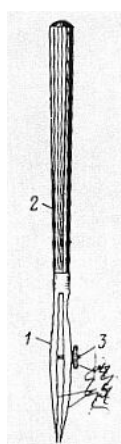

Рис.14 Рейсфедер
Рейсфедер (рис.14) состоит из двух металлических створок (1), закрепленных на ручке (2) и раздвигающихся при помощи винта (3). Рейсфедер должен удовлетворять следующим требованиям: створки рейсфедера должны быть одинаковой длины и толщины; рейсфедер должен быть хорошо заточен, но не должен резать бумагу; рейсфедер должен быть прочно закреплен на ручке.